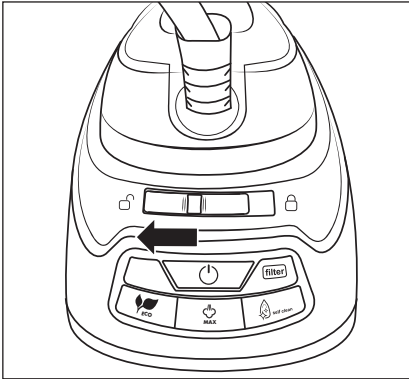

Fig. 4
- 2) Desbloqueie o ferro de engomar a vapor ❶, deslocando o interruptor de bloqueio ❶ para a esquerda, na direção do símbolo □ (desbloqueado) (ver fig. 4).